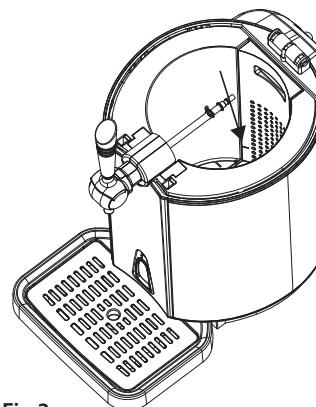

Fig.3
- Estrarre dall'apparecchio il perforatore con il tubo montante. Versare 800 ml di acqua fredda nella camera di raffreddamento, prestando attenzione al livello massimo (MAX). Nessun altro oggetto dovrà trovarsi nella camera di raffreddamento (fig. 3).